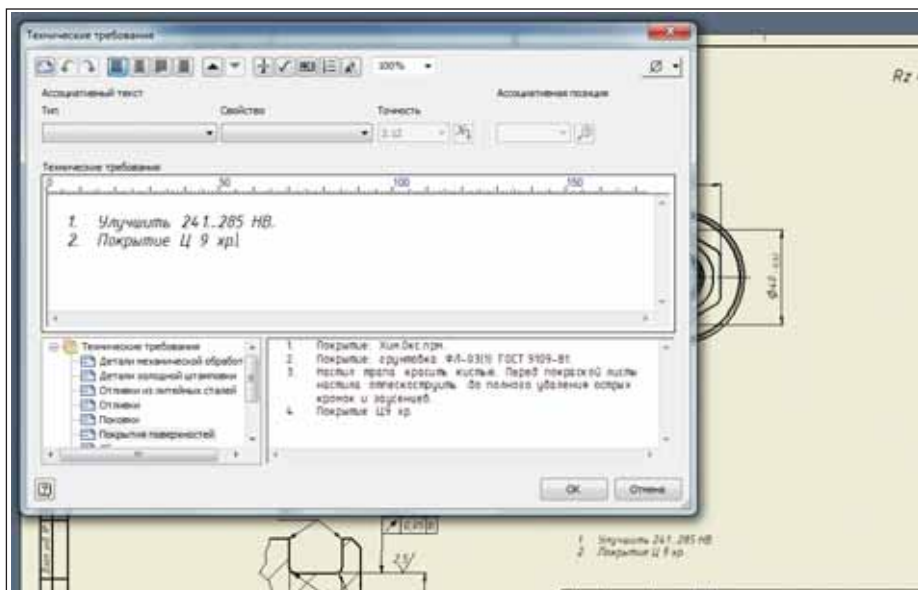

Рис. 15. Технические требования
- Ну и как не сказать о такой важной и во многом шаблонной части оформления, как написание технических требований (рис. 15). В Inventor оно производится в специальном редакторе, обеспечивающем следующие возможности: